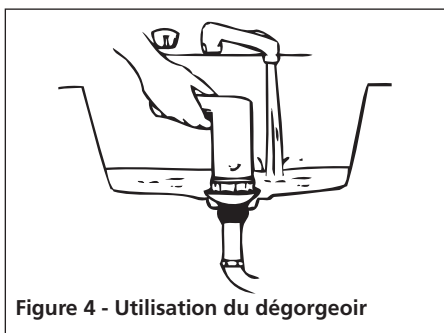

Figure 4 - Utilisation du dégorgeoir
9. Lorsque l'embouchure est pleine d'eau, enfoncer fermement le dégorgeoir dans l'embouchure du drain, appuyer et relâcher rapidement la gâchette du pistolet (voir la figure 4).